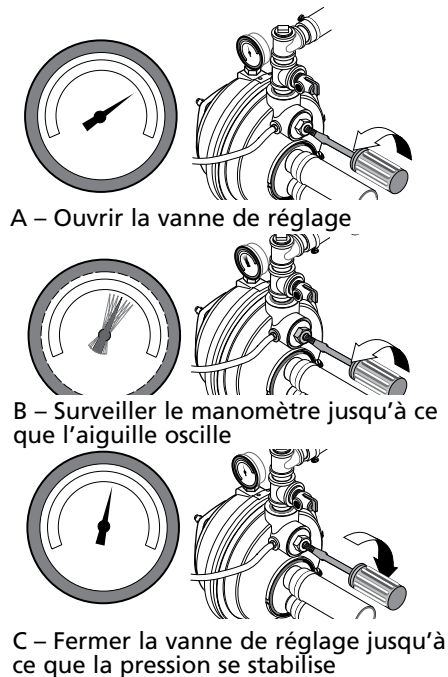

Figure 15 – Régler la vanne de réglage
- Lorsque la pression s'est accumulée et stabilisée à environ 50 lb/po², ouvrir lentement la vanne de réglage (voir la Figure 15) et laisser chuter la pression jusqu'à ce que l'aiguille du manomètre commence à osciller. Pendant que l'aiguille oscille, fermer suffisamment la vanne de réglage pour arrêter l'aiguille d'osciller (voir la Figure 15). La pompe fonctionne maintenant à son point le plus efficace.